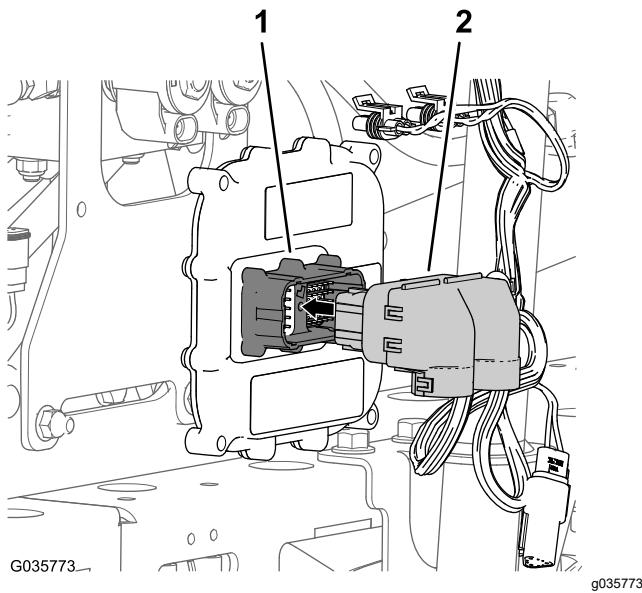
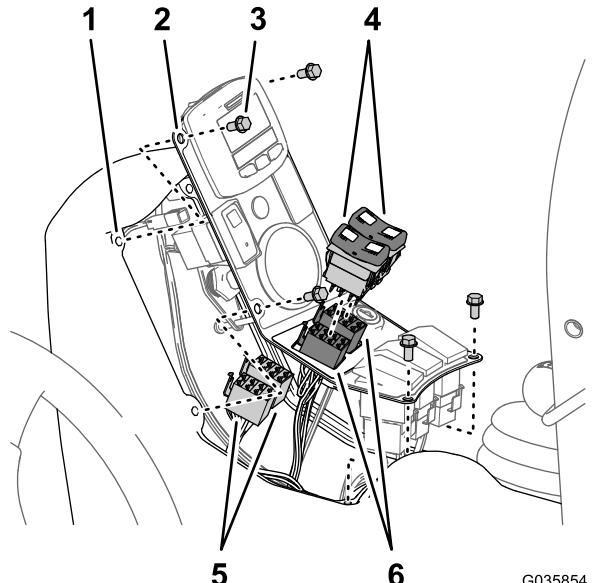
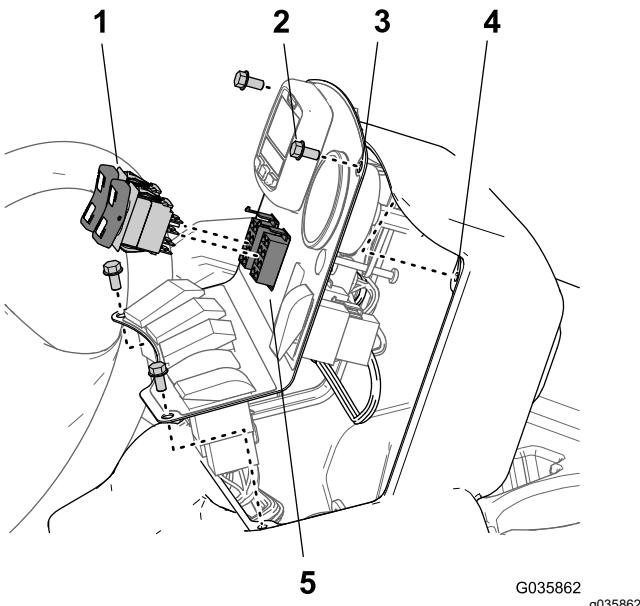

図 28
図 37
図 38
2. ソニックブーム用のワイヤハーネスの 50 ソケットコネクタを、電子コントローラの 50 ピンコネクタに接続し、コネクタ同士をソケットヘッドねじで固定する図 28。
- スイッチパネルを中央コンソールに固定しているフランジヘッドボルト $\frac{1}{4} \times \frac{1}{2}$ " を取ってパネルを外す図 37または図 28。
4. ブーム昇降スイッチから、車両のワイヤーハーネスの8ソケットコネクタを外す図37または図38。
3. ウルトラソニックブーム仕上げキットのワイヤーハーネスの8ソケットコネクタを、ロッカースイッチに接続する(図37または図38)。
5. スイッチパネルの穴を、コンソールのフレームに合わせる図37または図38。
6. 中央コンソールにサイドカバーを取り付けるフランジヘッドボルト $\frac{1}{4} \times \frac{1}{2}$ "4本図37または図38はステップ1で外したものを使用する。